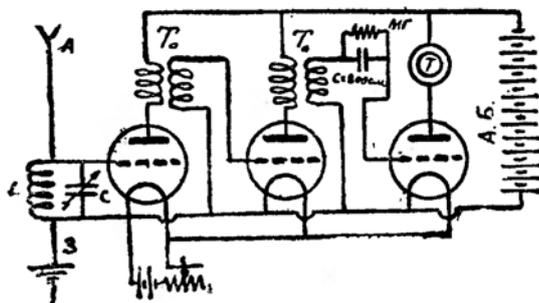

Рис. 73.
3) Усилитель с апериодическими трансформаторами высокой частоты (рис. 73).